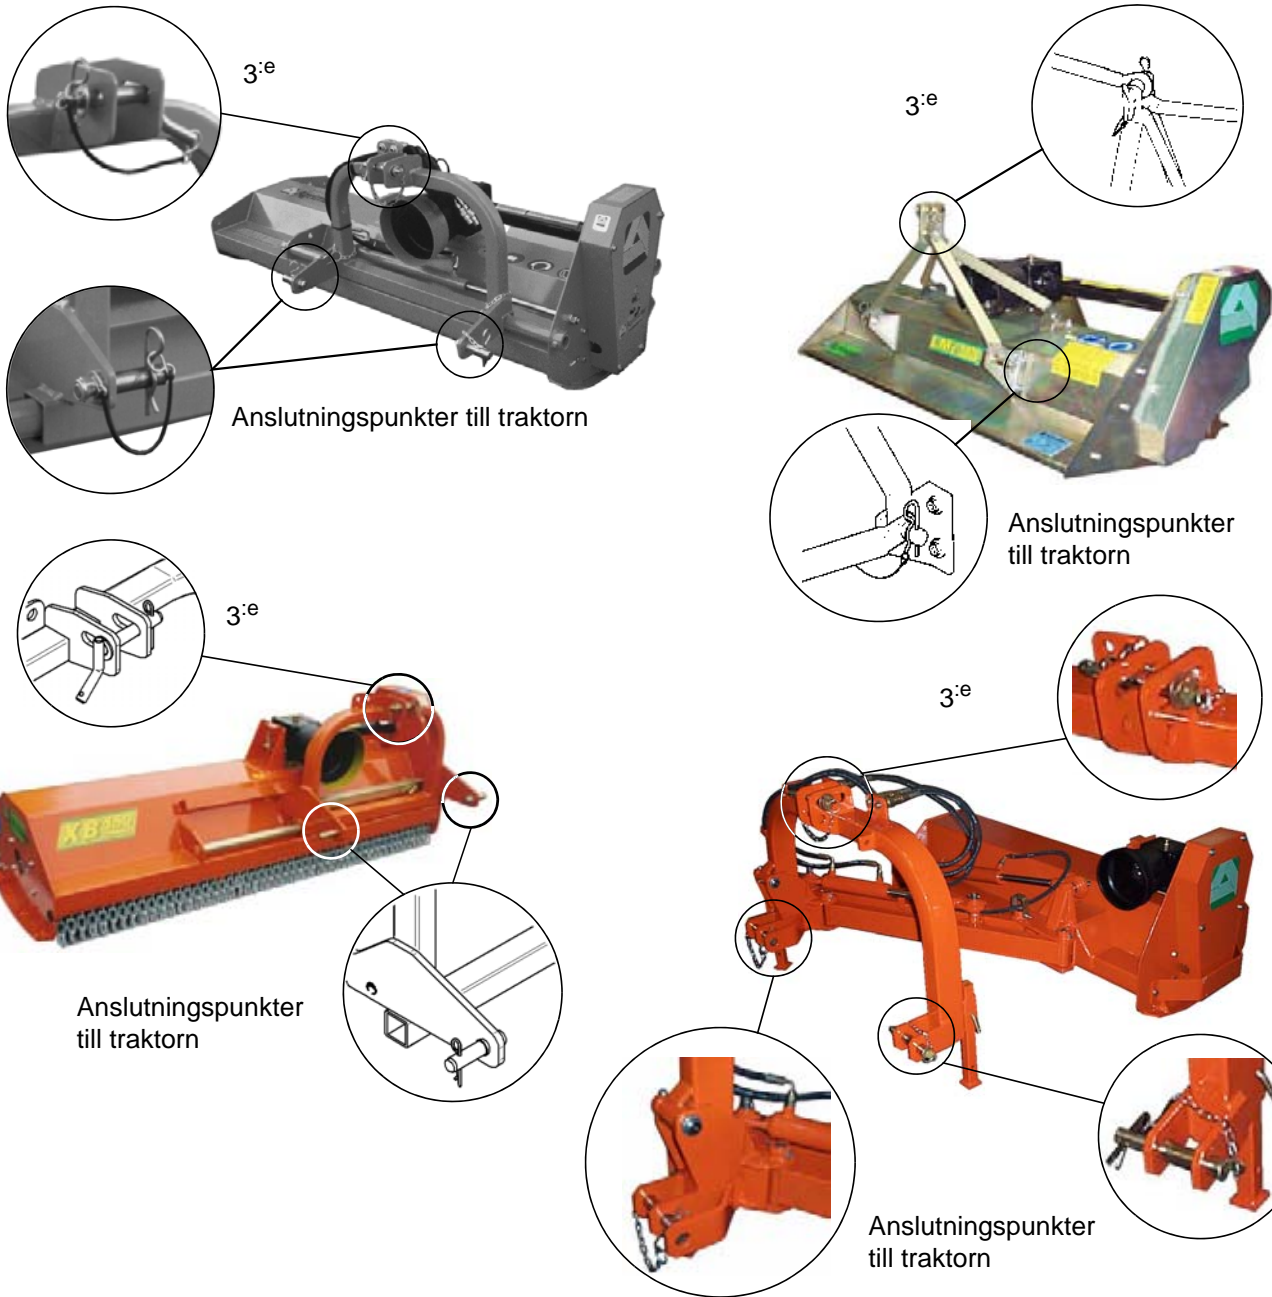

Bild 4-3 Anslutningspunkter till traktorn
- Anslut upphängningspunkterna (bild 4-3) till traktorns lyftarmar.
- Anslut den tredje punkten (bild 4-3) till traktorn.